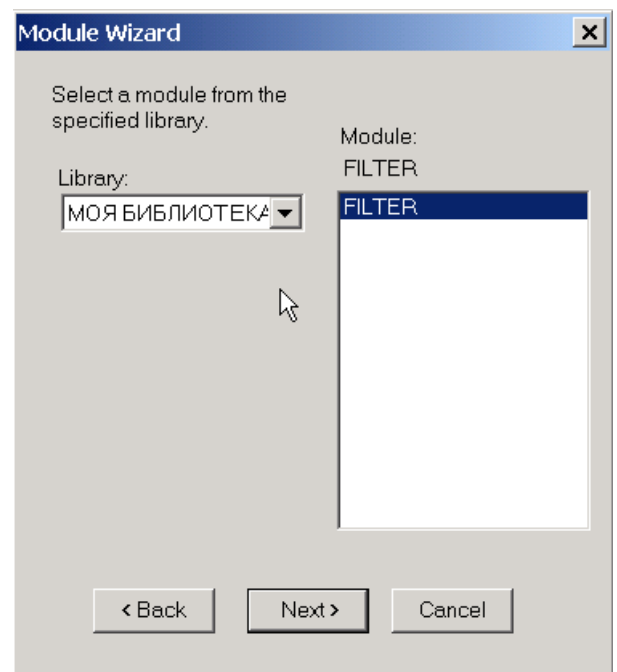

Рис. 6-19. Выбор модуля из библиотеки
3) На следующем шаге (рис. 6-19) в окне *Library* необходимо выбрать нужную библиотеку, а в списке *Module* необходимый модуль.